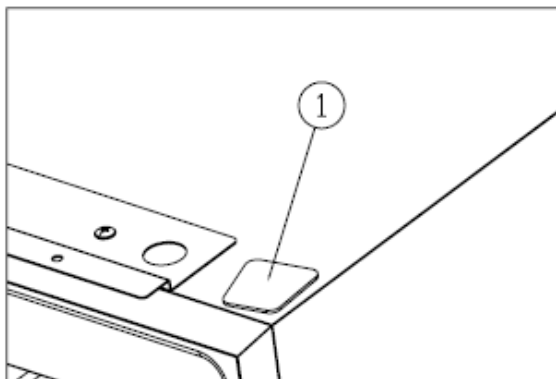

Figure 4
- Installez le cache de l'autre côté (1). [Figure 4]